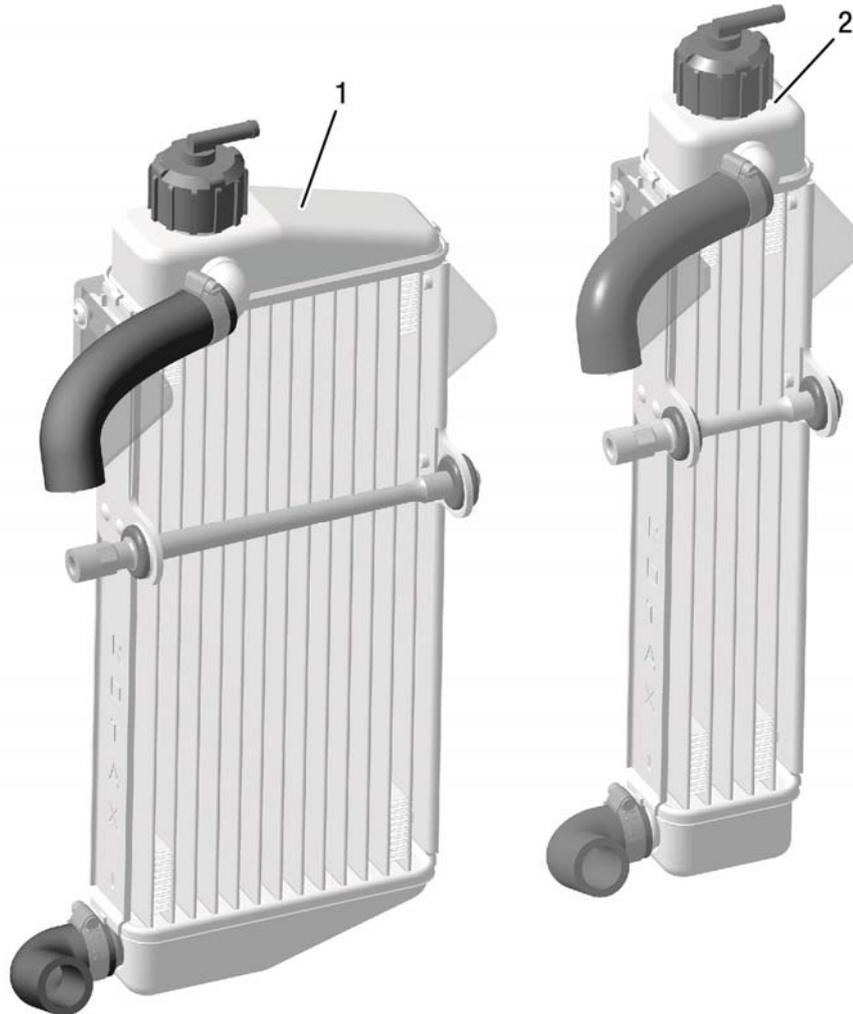

Fig. 8 (K00428)
- ➔ **Fig. 8** の様にラジエターホースとブラケットを仮留めして下さい。